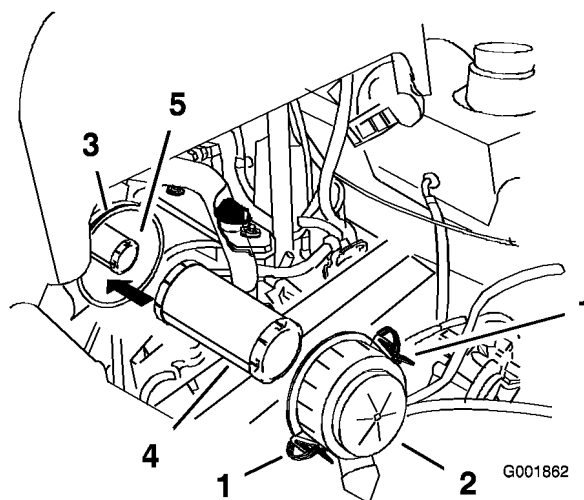

Figure 35
4. Ouvrez les dispositifs de verrouillage du filtre à air et enlevez le couvercle du corps du filtre (Figure 35).
6. Sortez l'élément principal du corps du filtre avec précaution (Figure 35). Évitez de cogner l'élément à l'intérieur du corps.
1. Ne nettoyez pas l'élément en papier. Remplacez-le toutes les 200 heures de fonctionnement (Figure 35).
2. Si vous remplacez l'élément de sécurité, insérez-le avec précaution dans le corps du filtre (Figure 35).
3. Placez ensuite l'élément principal sur l'élément de sécurité avec le même soin (Figure 35). Assurez-vous qu'il est bien engagé en appuyant sur le rebord extérieur.
4. Reposez le couvercle du filtre à air, le côté portant l'inscription "UP" en haut, et fermez les dispositifs de verrouillage (Figure 35).